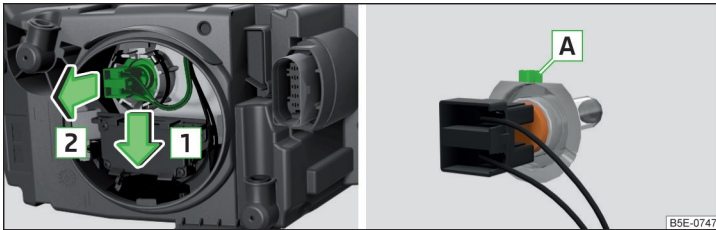

Abb. 362 Glühlampe für Abblendlicht wechseln
- › Den Stecker mit der Glühlampe in Pfeilrichtung **1** lösen » Abb. 362.